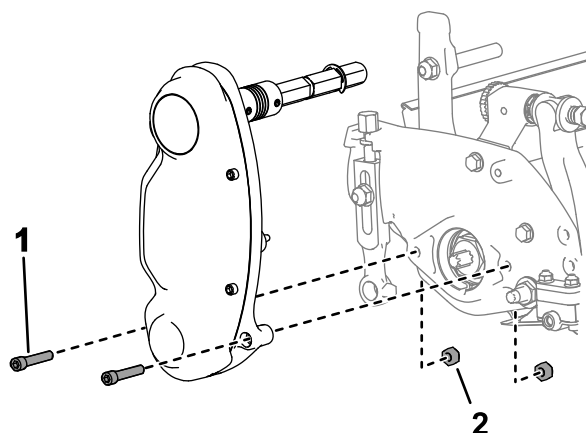

Рисунок 13
1. Зніміть кріплення вузла приводу барабана до бічної пластини (**Рисунок 13**).
2. Зніміть гайки з внутрішньої сторони бічної пластини (**Рисунок 13**).